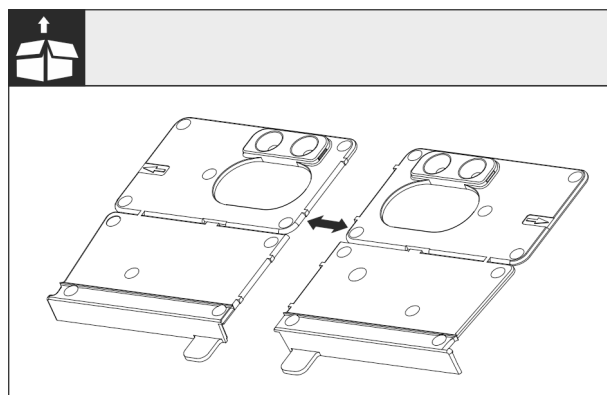

Fig. 23
► Détacher l'équerre de montage du fond Fig. 23 () au niveau de la perforation.